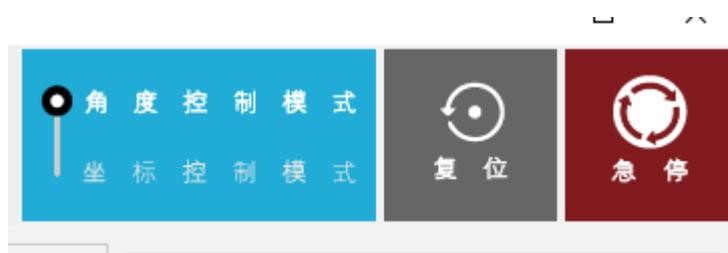

图 2.17 Wlkata studio 中的 STOP 按钮
3.在任何机械臂的失误操作时，都可以点击 Wlkata studio 中的“急停”按钮，进行急停操作，如图 2.17 所示。